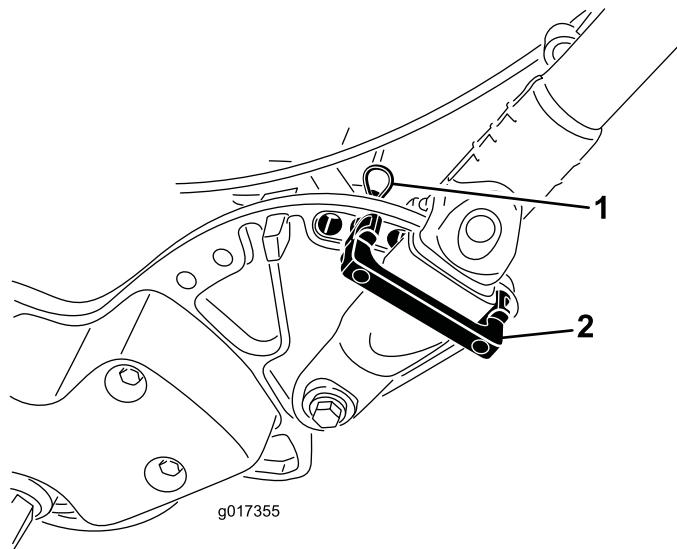

図 7
1. ハンドルを支えながら、ハンドルクランプをサイドプレートに固定しているケーブルタイを外す（図 7）。
2. 希望する高さ位置にハンドルをセットし、ハンドルクランプの上からハンドルリテーナを差し込んでサイドプレートの穴に通す（図 7）。
3. ヘアピンコッターでクランプを固定する（図 7）。